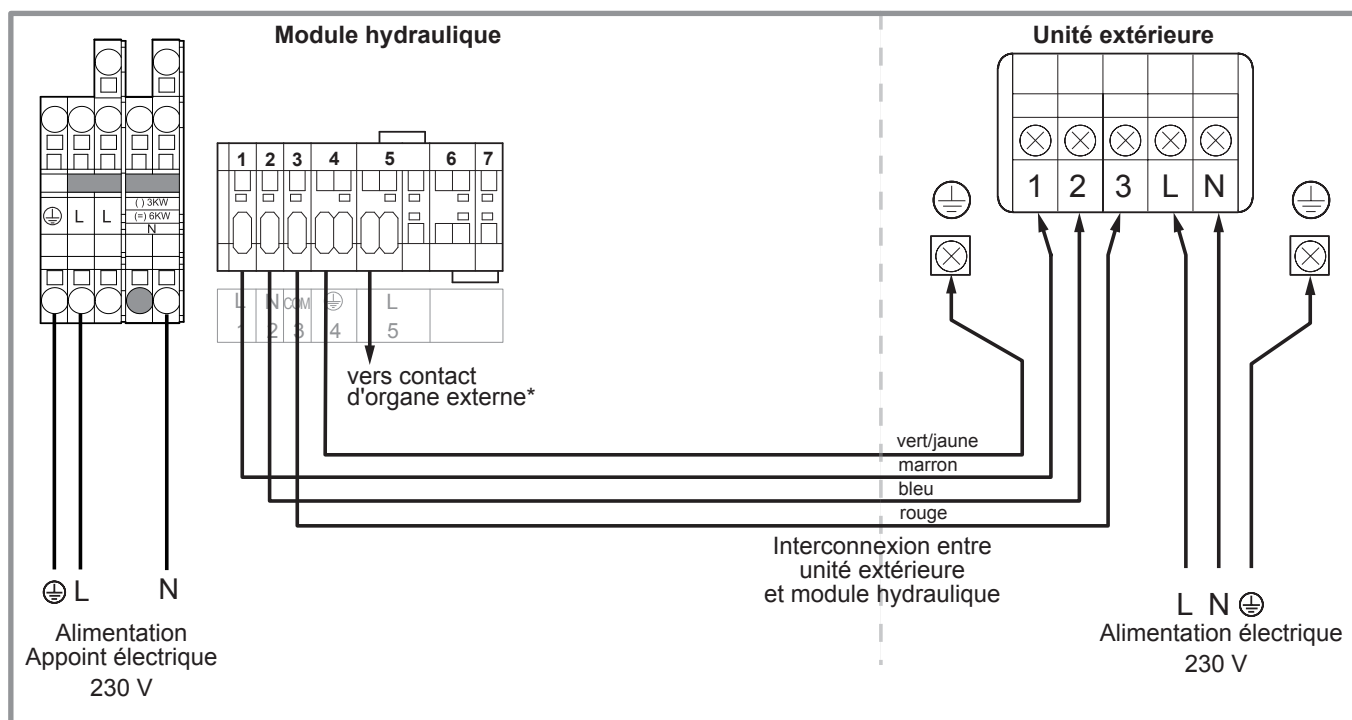

figure 32 - Raccordement aux borniers et relais de puissance
- Effectuer les raccordements suivant le schéma (figure 32, page 42).